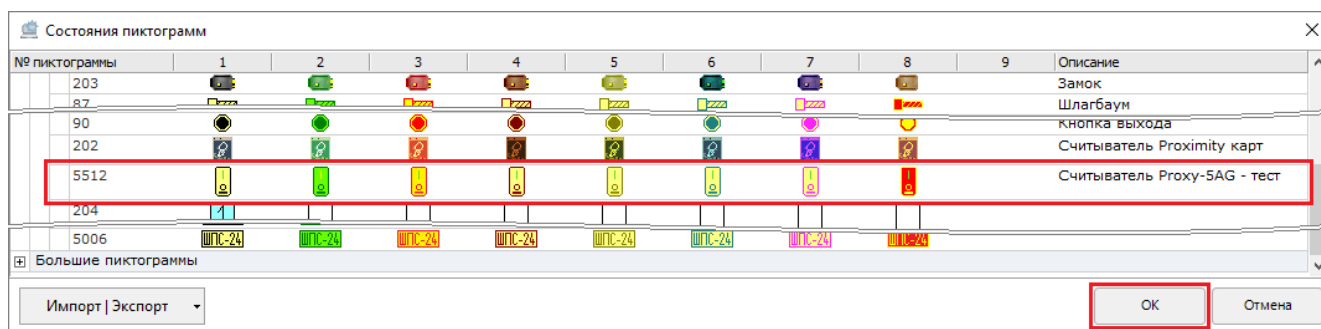

Рисунок 6-515 Сохранение пиктограмм состояний, добавленных для пользовательского вида пиктограмм
- 5) в нижней части окна редактора «Состояние пиктограмм» нажмите кнопку «ОК» (см. Рисунок 6-515) для сохранения всех изменений в редакторе (либо нажмите кнопку «Отмена» для отказа от изменений в редакторе).